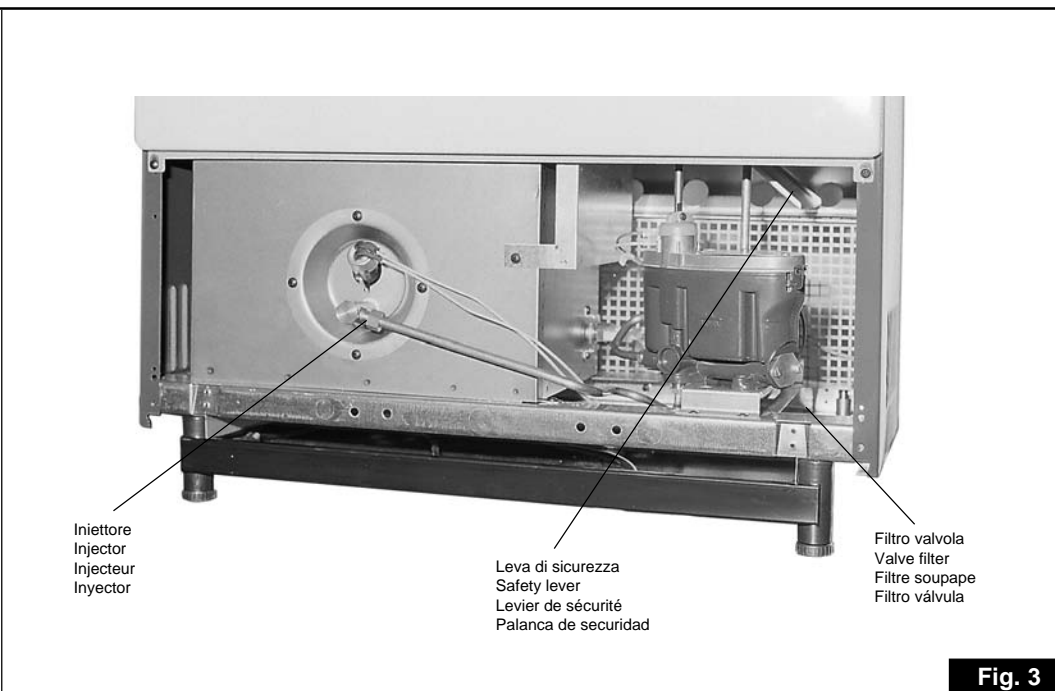
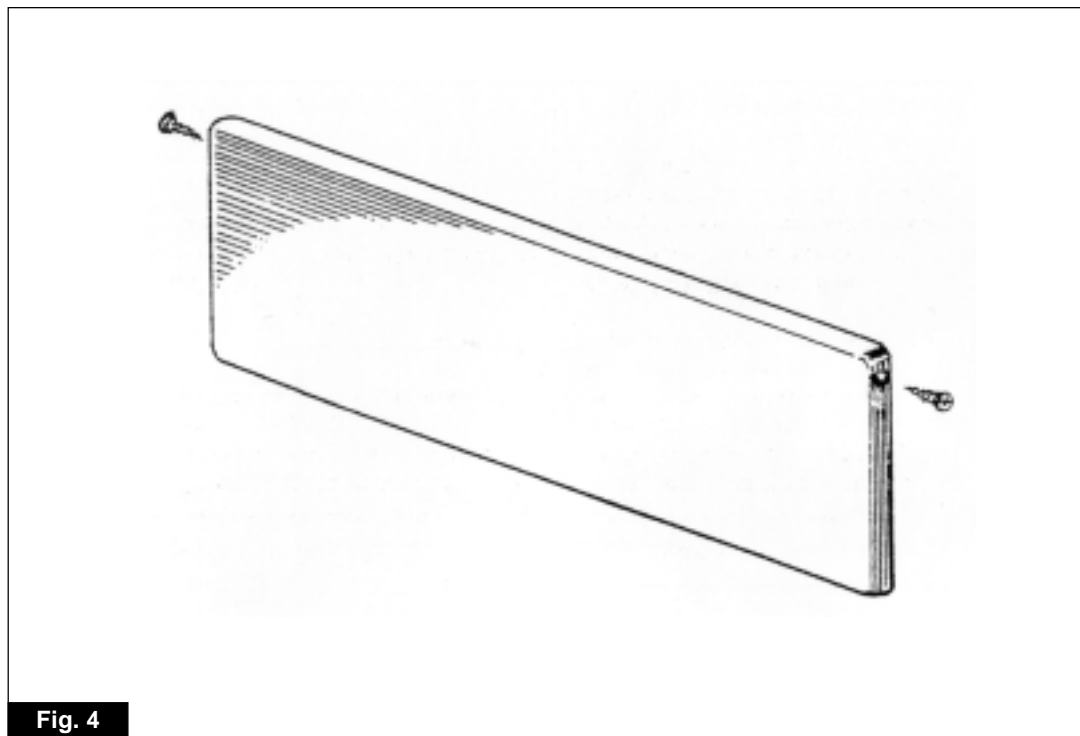

Fig. 3
Fig. 4
- 1) Prima di innestare la spina nella presa di corrente, aprire la portina (seguendo le istruzioni di fig. 4) e spingere verso il basso la leva di sicurezza valvola (fig. 3).
- 2) Richiudere la portina (sempre seguendo le istruzioni di fig. 4) ed innestare la spina alla presa di corrente (220 volt).
- 1) Before inserting the plug in the electrical power socket, open the door (following the instructions in fig. 4) and push the valve safety lever downwards (fig. 3).
- 2) Close the door (again following the instructions in fig. 4) and insert the plug in the power socket (220 V).
- 1) Avant de brancher la fiche dans la prise de courant, ouvrir le portillon (en suivant les instructions de la fig. 4) et pousser vers le bas le levier de sécurité de la soupape (fig. 3).
- 2) Refermer le portillon (toujours en se conformant aux instructions de la fig. 4) et brancher la fiche dans la prise de courant (220V).
- 1) Antes de enchufar la clavija en la toma de corriente, abran la portezuela (siguiendo las instrucciones de la fig. 4) y empujen hacia abajo la palanca de seguridad de la válvula (fig.3).
- 2) Cierren la portezuela (siempre siguiendo las instrucciones de la fig. 4) y enchufen la clavija a la toma de corriente (220 Volt).
Periodicamente è necessario provvedere alla pulizia dell'iniettore e del filtro valvola (fig. 3). Alla fine dell'utilizzo stagionale si consiglia di riposizionare verso l'alto la leva di sicurezza, posta sul carburatore (fig. 3). (Seguendo le istruzioni di fig.4). Si consiglia altresì tale operazione anche nel caso di trasporto della stufa.
The injector and the valve filter must be cleaned periodically (fig. 3). At the end of seasonal use, the safety lever above the carburettor should be moved to the up position (fig. 3). (Follow the instructions shown in fig. 4). This should also be done if the stove needs to be transported.
To open the access door to interior parts of the stove, remove the electrical plug from the power socket, then remove the securing screws shown in fig. 4. Once the cleaning or maintenance operations on internal parts have been completed, lock the access door again by doing up the screws.
Il est nécessaire, périodiquement, de nettoyer l'injecteur et le filtre de la soupape (fig. 3). Au terme de l'utilisation saisonnière, il est conseillé de remettre vers le haut le levier de sécurité situé sur le carburateur (fig. 3) en suivant les instructions de la fig. 4. Il est également recommandé de procéder ainsi en cas de transport du poêle.
Pour ouvrir le portillon d'accès aux parties internes du poêle, il est nécessaire, une fois la fiche débranchée de prise de courant, de retirer les vis de blocage situées comme en fig. 4. Une fois terminées les opérations de nettoyage et d'entretien sur les parois internes, bloquer de nouveau le portillon en remettant les vis.
Periódicamente hay que limpiar el inyector y el filtro de la válvula (fig.3). Al finalizar la utilización invernal, se aconseja posicionar hacia arriba la palanca de seguridad, colocada sobre el carburador (fig.3). (Siguiendo las instrucciones de fig.4). También se aconseja realizar dicha operación en caso de transporte de la estufa.
Para abrir la portezuela de acceso a las paredes internas de la estufa hay que desenchufar la clavija de la red eléctrica y quitar los tornillos de bloqueo posicionados como muestra la fig. 4. Una vez completadas las operaciones de limpieza o mantenimiento de las paredes internas, es necesario bloquear de nuevo la portezuela utilizando los mismos tornillos.